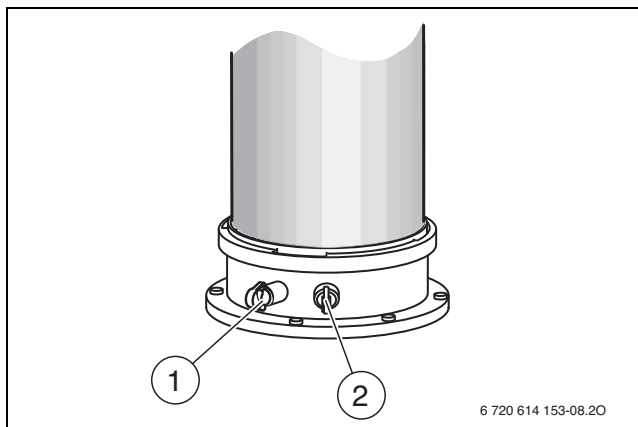

Fig. 45 Tubulure de mesure des fumées et de l'air de combustion
- Retirer le bouchon sur la tubulure de mesure de l'air de combustion (→ fig. 45, [2]).